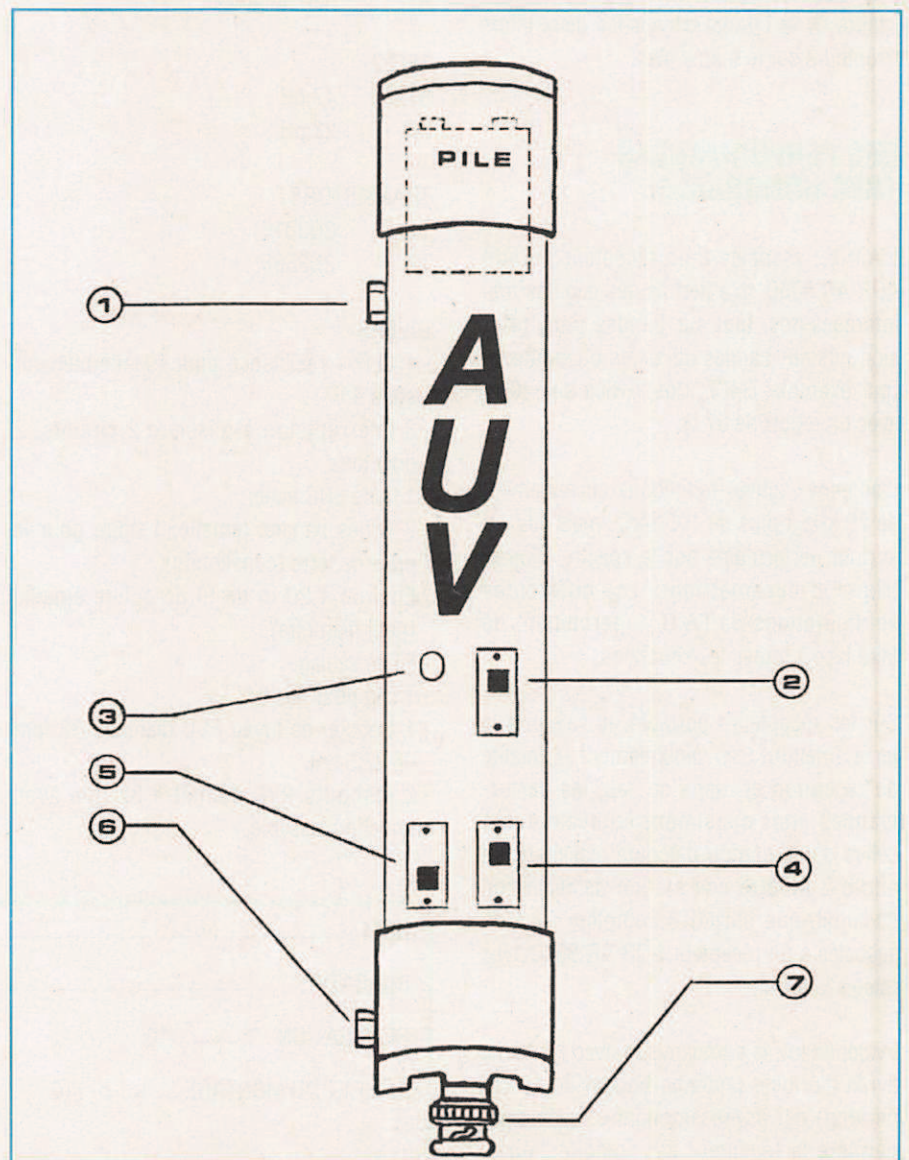

Figure 6 : A.U.V., les éléments.
Un logement pour la pile 9 V sera creusé à l'extrémité supérieure du tube PVC. Le bouchon vissé permettra le changement de la pile comme indiqué sur la figure 6.
La fiche banane ① (figure 6) est reliée à l'extrémité du collecteur intérieur et permet la connexion d'une antenne extérieure filaire.